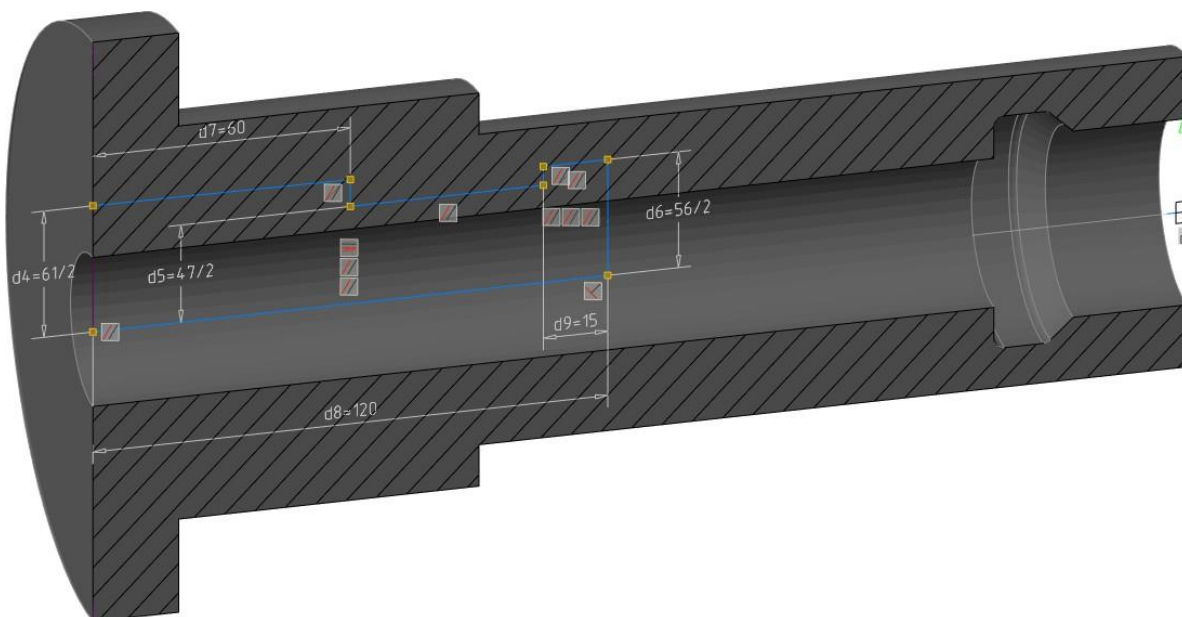

Рис. 18. Эскиз для операции вращения
5.5. Пользуясь опорным чертежом, постройте внутренние диаметры $\varnothing 61$, $\varnothing 47$ и $\varnothing 56$ любым из описанных выше способов. Для варианта построения с применением операции *Вращение* эскиз представлен на рис. 18.